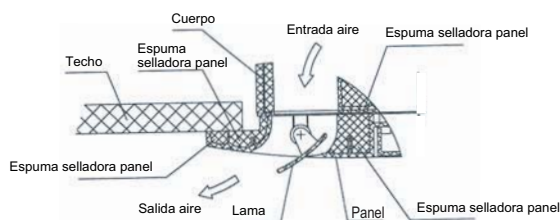

Fig.5-12
- Siga apretando los tornillos bajo los ganchos del panel hasta que el espesor de la espuma colocada entre el cuerpo y la salida del panel disminuya hasta unos 4~6 mm. El borde del panel debe tocar el techo. (ver Fig.5-12)